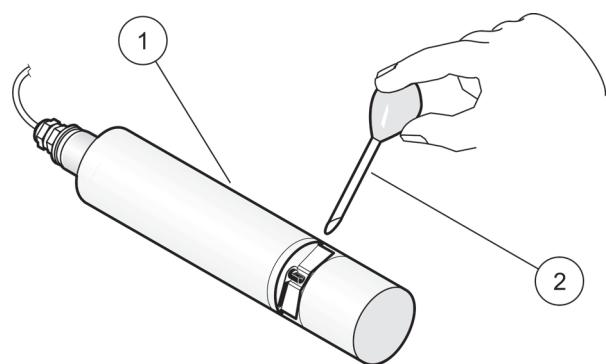

Figura 6 Comprobación de la calibración (versión para tanques)
9. **Versión para tanques:** retire el sensor del tanque, lave la trayectoria de medición con agua y rellénelo con la solución estándar (pipeta), vea la Figura 6 en la página 39.